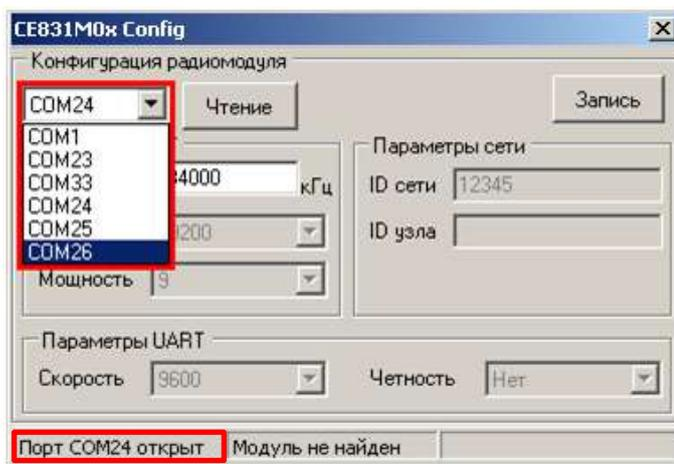

Рисунок 14 – Изменение номера используемого COM-порта
5.3.3.3.8 После выбора нового COM-порта необходимо дождаться сообщения в строке статуса (см. рисунок 14) о том, что открыт именно выбранный COM-порт (ожидание 1-3 сек.).